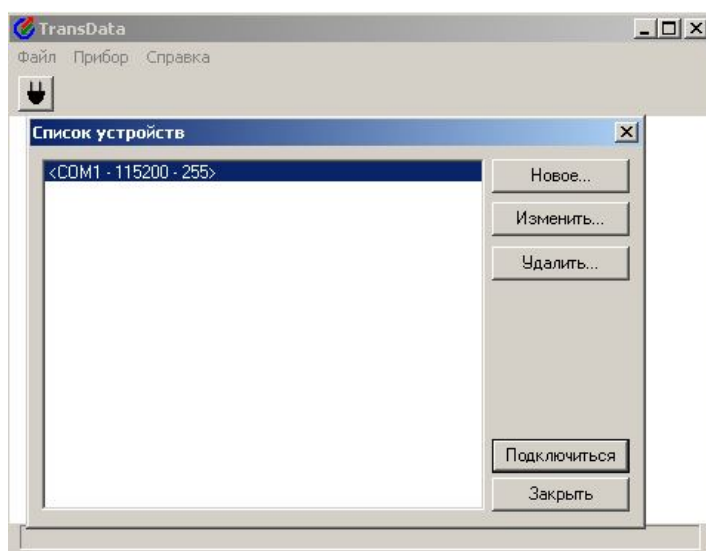

Рисунок 16
6.3.2.9 В данном окне (рисунок 16) приведен список сохраненных пользователем подключений «COM1-115200-255», а так же кнопок меню управления этим списком: